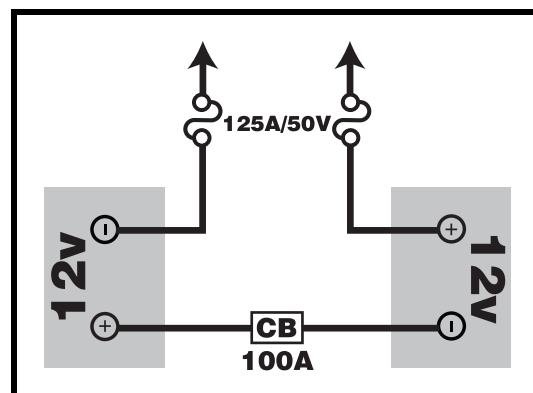

Figura 13A. Diagramma di cablaggio della batteria
- Posizionare la batteria nuova nell'alloggiamento corrispondente. I terminali delle batterie devono essere rivolti verso il lato opposto del piantone del sedile. **Vedere figura 13A.**